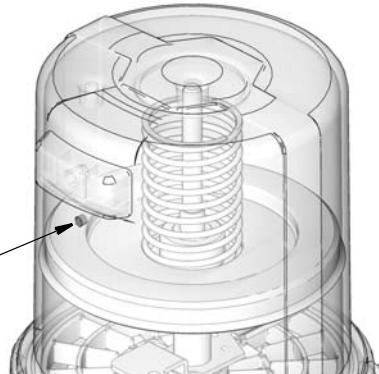

Рис. 15
- Заливайте смазку в бак до тех пор, пока уплотнение пластины не откроет отверстие выпуска воздуха (Рис. 15) и из бака не выйдет большая часть воздуха.